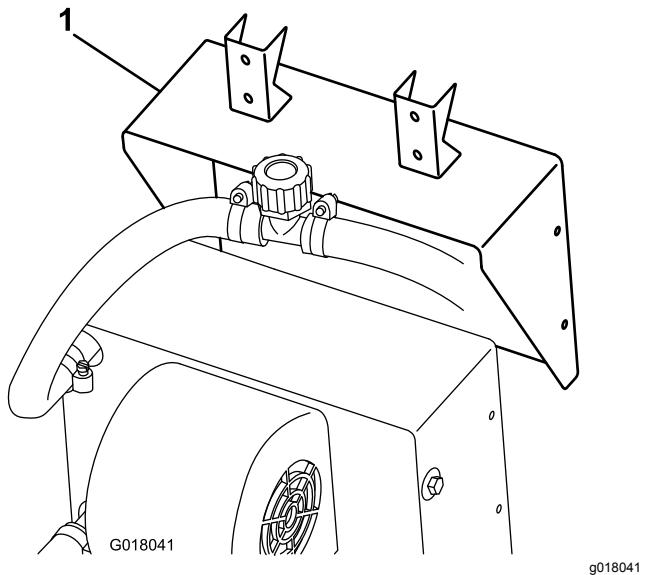

Figure 21
2. Fixez le support de chauffage au chauffage avec les vis fournies avec le chauffage (Figure 21).